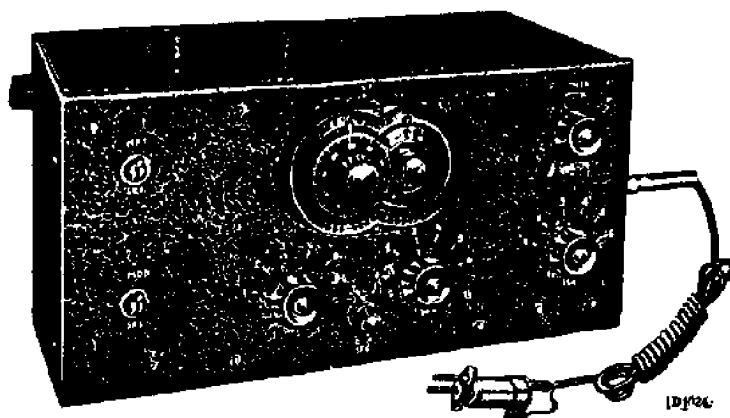

Fig. 2
1. Een service-oscillator, bijv. het type G.M. 2880 met een golfbereik van 14—3000 m (fig. 2).